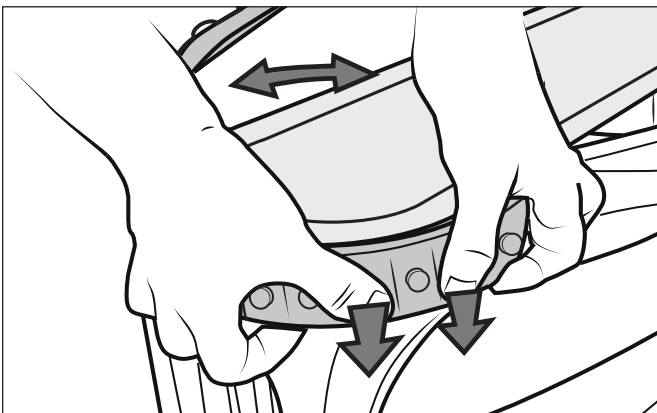

Figure 30. Pousser la chenille en place sur la roue
6. Pousser et positionner la nervure du côté intérieur de la chenille dans la rainure de la roue (Figure 30). Si nécessaire, tourner doucement la roue pour faciliter l'installation.